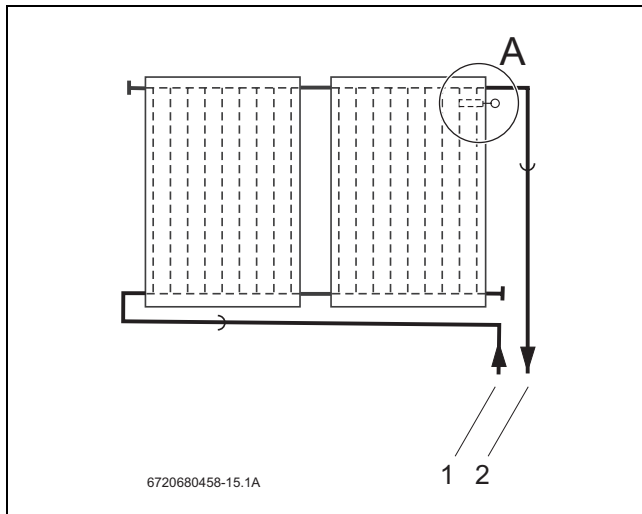

Рис. 41 Место установки датчика коллектора (схематическое изображение)
Датчик коллектора прилагается к комплектной станции или к системе управления. Обратите внимание на разные места установки при одно- и двухрядной коллекторной системе (рис. 41, [1]).
Датчик должен устанавливаться в коллектор, к которому подключена подающая линия (рис. 41, [2]).
- Место установки датчика (рис. 41, [A]) при однорядной коллекторной системе с правой подающей линией.